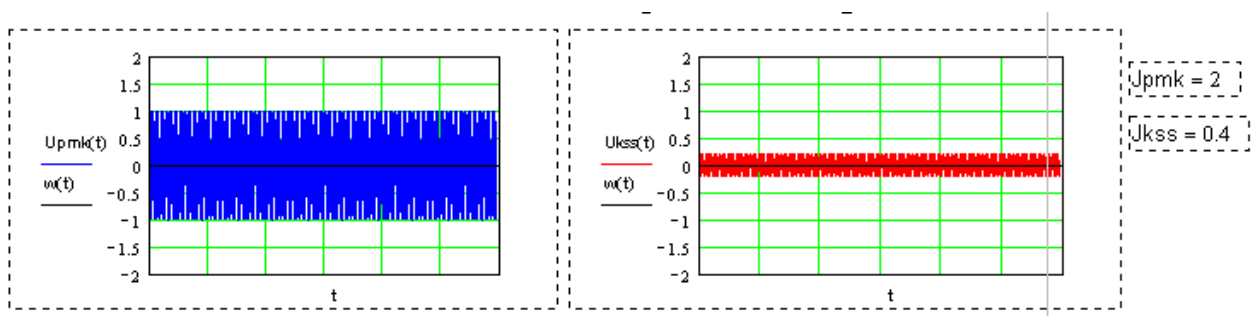

Рис.1.5. Подавление поднесущей – копирование графиков
Для этого левой рукой нажмите на клавиатуре кнопку **Shift**, а левой клавишей мышки нажмите на изображения объектов, которые вы хотите копировать. По этим командам появятся вокруг объектов штриховые прямоугольники (рис.1.5.). Нажмите правую клавишу мышки и в выпадающем меню выберите **Сору**. Далее откройте Ваш отчет, скопируйте в него рисунок и подпишите его название.
- Для измерения спектра достаточно установить значения Va, Vb, Fa и Fb и нажать кнопку на панели управления с пиктограммой . Копируется спектр в отчет также как и осциллограммы (рис.1.5).
Для этого левой рукой нажмите на клавиатуре кнопку **Shift**, а левой клавишей мышки нажмите на изображения объектов, которые вы хотите копировать. По этим командам появятся вокруг объектов штриховые прямоугольники (рис.1.5). Нажмите правую клавишу мышки и в выпадающем меню выберите **Сору**.